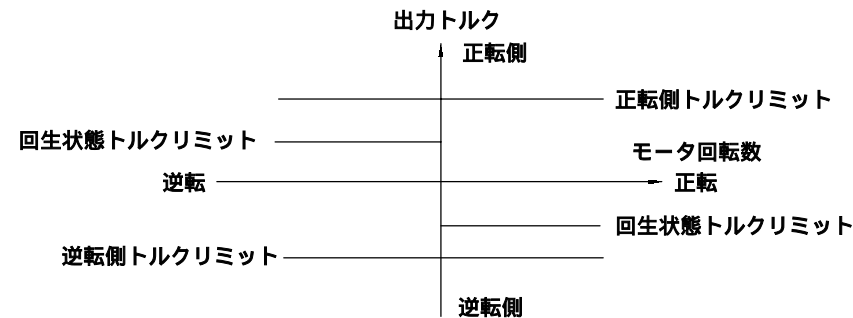

図7.16 アナログ入力によるトルクリミット
- それぞれのトルクリミットの関係を図7.16 に示します。